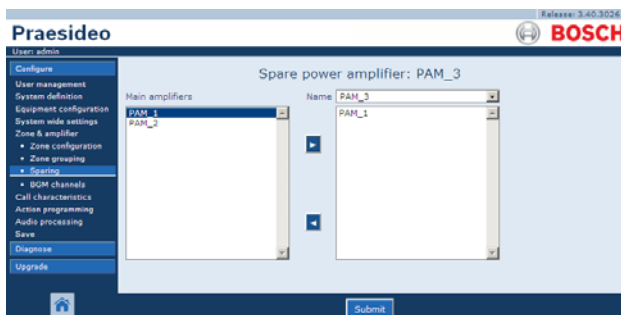

рисунок 46.11: Резервирование, шаг 1
- 1 Перейдите *Configure > Zone & amplifier > Sparing*. В основной части веб-интерфейса откроется экран, подобный экрану, приведенному на рисунок 46.11.